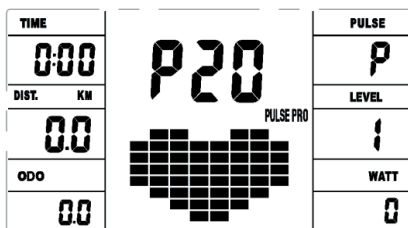

Figure 22
- A. Appuyez sur les boutons UP/DOWN pour choisir la valeur cible du pouls - TARGET H.R.C. (Fig. 22). Appuyez sur ENTER pour confirmer.